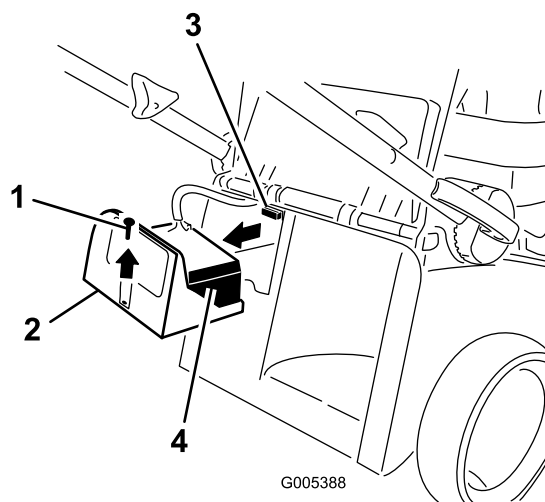

Figura 8
- Rimuovete il coperchio della batteria e la batteria stessa, e individuate il portafusibili (Figura 8).